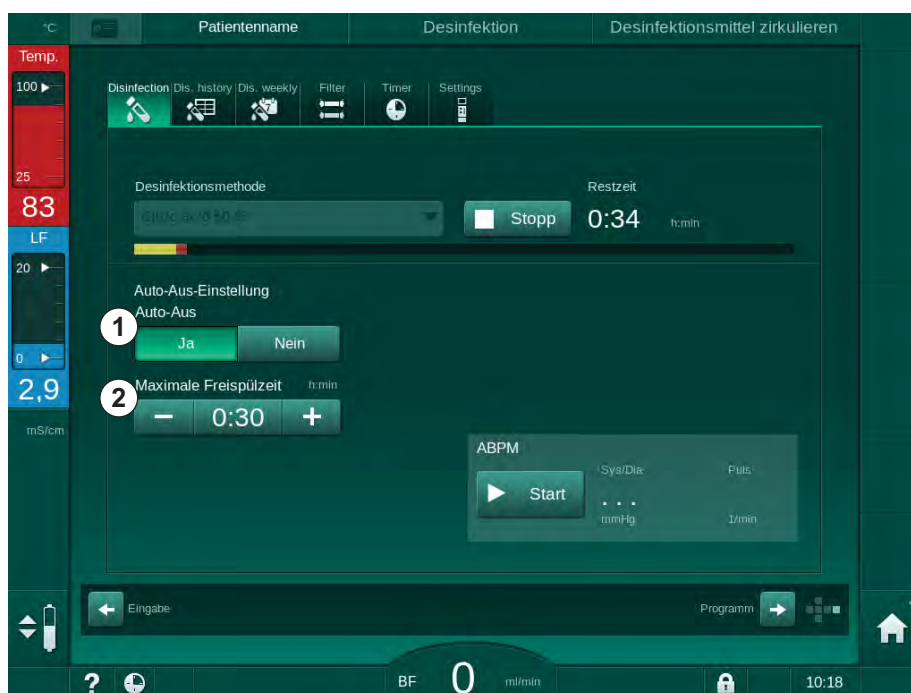

Abb. 7-15 Desinfektion läuft – *Auto-Aus* aktiviert
Nach Auswahl des Bildschirms Desinfektion wird die Voreinstellung von *Auto-Aus (Ja oder Nein* sowie maximale Freispülzeit im Falle von *Ja*) angezeigt. Die Einstellung der Funktion kann jederzeit vor oder nach Beginn der Desinfektion durch drücken von *Auto-Aus, Ja* oder *Nein* geändert werden (Abb. 7-15, ①).